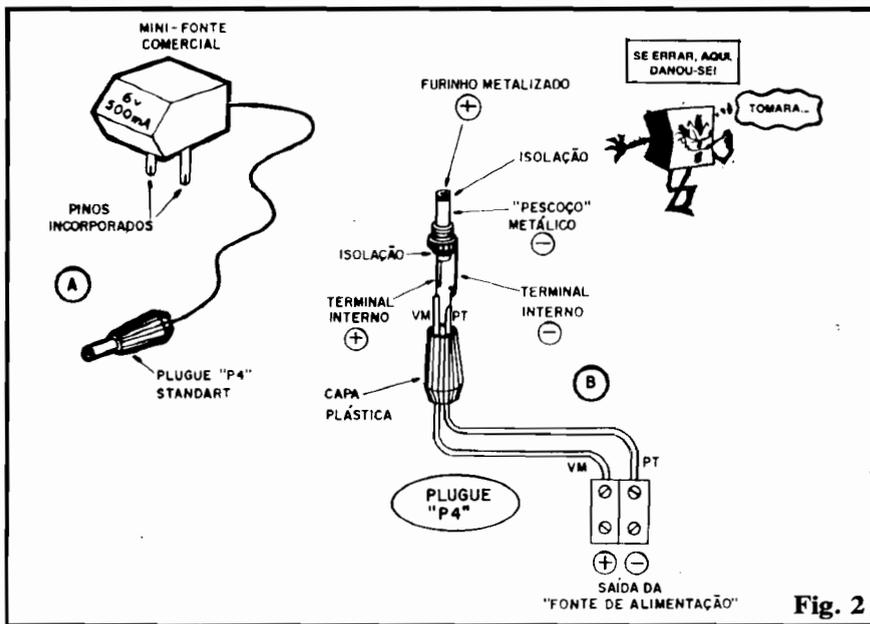
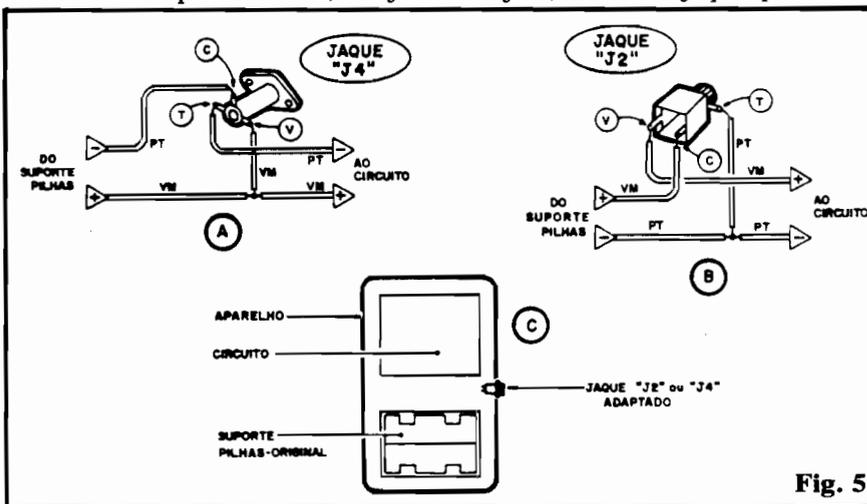

Fig. 2
Fig. 5
- **FIG. 2-A** - Uma mini-fonte de alimentação ("eliminador de pilhas" ou "conversor") comercial, comprada em loja... Normalmente a caixa é bem pequena, contendo os pinos de ligação à tomada de C.A. **já incorporados** (na nossa FONTE os tais pinos estão no respectivo **plugue**, na ponta do
- FIG. 2-B - Para usar a FONTE DE ALIMENTAÇÃO (ABC nº 3) no lugar de um "conversor" comercial, a única providência imediata é dotar a saída da nossa FONTE de um cabo/plugue que
originalmente, uma fonte ou "conversor" dotado de **plugue P4**, basta usar o arranjo (fig. 2-B), que tudo estará "nos conformes"... Obviamente que o conector "fêmea", existente no aparelho que se pretende alimentar, deve ser **compatível**, designado tecnicamente como **jaque J4** (que "casa", direitinho, com o **plugue P4** adaptado à nossa FONTE...).
- FIG. 3-B - Em alguns aparelhos ou dispositivos, a entrada de alimentação externa exige a conexão via **plugue** tipo "P2", mecanicamente diferente do "P4", porém eletricamente equivalente... A figura mostra, com todos os detalhes, como é o tal **plugue** P2 e como devem ser feitas as ligações à nossa FONTE, para correta utilização... Da mesma forma que já recomendado no caso da fig. 2-B, **atenção** às polaridades, codificações das cores dos fios, e identificação dos terminais do respectivo **plugue**. Notar ainda que, tanto no caso da fig. 2-B quanto no da fig. 3-B, a capa plástica dos plugues é mostrada momentaneamente removida (basta desrosqueá-la...) para melhor visualização... Depois de efetuadas as conexões dos fios aos terminais (por solda, cuidadosamente aplicada...), as capas plásticas devem ser reposicionadas (de novo rosqueadas no ângulo metálico do **plugue**...).
A maioria das adaptações possíveis já foi, então, mostrada ao Leitor/Aluno, nas figs. 2 e 3 para os eventuais aparelhos já dotados de **jaques** (conectores "fêmea"...) para ligação de alimentação externa, e na fig. 4 para os que não têm, normalmente, tal acesso... Existe, porém, uma terceira possibilidade, que é a de **adaptar um jaque** para alimentação externa, a aparelhos que originalmente não o possuem! Nesse caso, se corretamente feitas, as ligações permitirão inclusive o funcionamento "automático" da comutação ("troca") das alimentações interna ou externa, ou seja: com o aparelho em sua condição portátil normal (com as pilhas "lá dentro" no suporte...), as pilhas se
- **FIG. 5-A** - Se for usado um conjunto "**plugue P4 e jaque J4**" (o primeiro no cabo de saída da FONTE e o segundo incorporado ao aparelho a ser alimentado), as ligações ao J4 ficarão da maneira mostrada. Observar com **muita atenção** as polaridades, "destinos" e "procedências" de cada fio, cores identificatórias e codificações atribuídas aos terminais do **jaque** ("V" para **vivo**, "T" para **terra** e "C" para **chave**...). O ja-
- **FIG. 5-B** - Se o sistema de conexão da alimentação externa for feito a partir de um conjunto "**plugue P2 e jaque J2**" (o primeiro no cabo da FONTE e o segundo no corpo do aparelho...), a "coisa" deve ser feita conforme mostra a ilustração... De novo, **cuidado** com as polaridades (as cores identificatórias estão marcadas, em abreviações, junto a **todos** os fios...), "origens" e "destinos" de cada conjunto de cabos, bem como às codificações ("V-T-C") usadas para identificar os terminais do **jaque**. Esse, na figura, é visto pela retaguarda...
Se ainda não ficou claro, a "fêmea" na fig. 5-A "casa" com o "macho" mostrado na fig. 2-B, enquanto que a "fêmea" mostrada em 5-B aceita certinho o "macho" ilustrado em 3-B (P4 com J4 e P2 com J2...) ficando o critério de escolha do "casal" unicamente por conta do Leitor/Aluno, já que são eletricamente equivalentes...
- **FIG. 5-C** - Em qualquer dos exemplos (5-A ou 5-B) a acomodação final do **jaque** no aparelho pode ser referenciada pela disposição geral mostrada... Conforme já dissemos, é só achar um "cantinho" na caixa do aparelho (área livre na face externa da caixa, e espaço livre dentro da dita cuja...) onde o **jaque** possa ser
Existe, sim, essa possibilidade (dentro de certos limites) e as eventuais alterações **NÃO** se referem aos esquemas originais de ligação do circuito da FONTE (conforme FIG. 5 - Seção PRÁTICA - ABC nº 3 - montagem da FONTE DE ALIMENTAÇÃO...), mas apenas aos parâmetros individuais de **certos componentes**, conforme "dicas" a seguir (serão ordenadas as **NECESSIDADES** e as possíveis **SOLUÇÕES**...):
Assim, FONTES DE ALIMENTAÇÃO simples, com TENSÕES de Saída de 6, 9 ou 12V, e CORRENTE de até 1A, podem ser facilmente estruturadas, sem que mude o lay out original do circuito (mostrado na fig. 5 - Seção PRÁTICA - ABC nº 3).